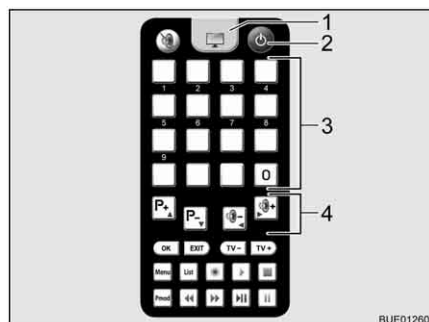

Fig. 34 Telecomando
- Premere il tasto "⏻" (Fig. 34,2) sul telecomando.
- Regolare l'emittente desiderata con i tasti memoria (Fig. 34,3) o i tasti funzione (Fig. 34,4).